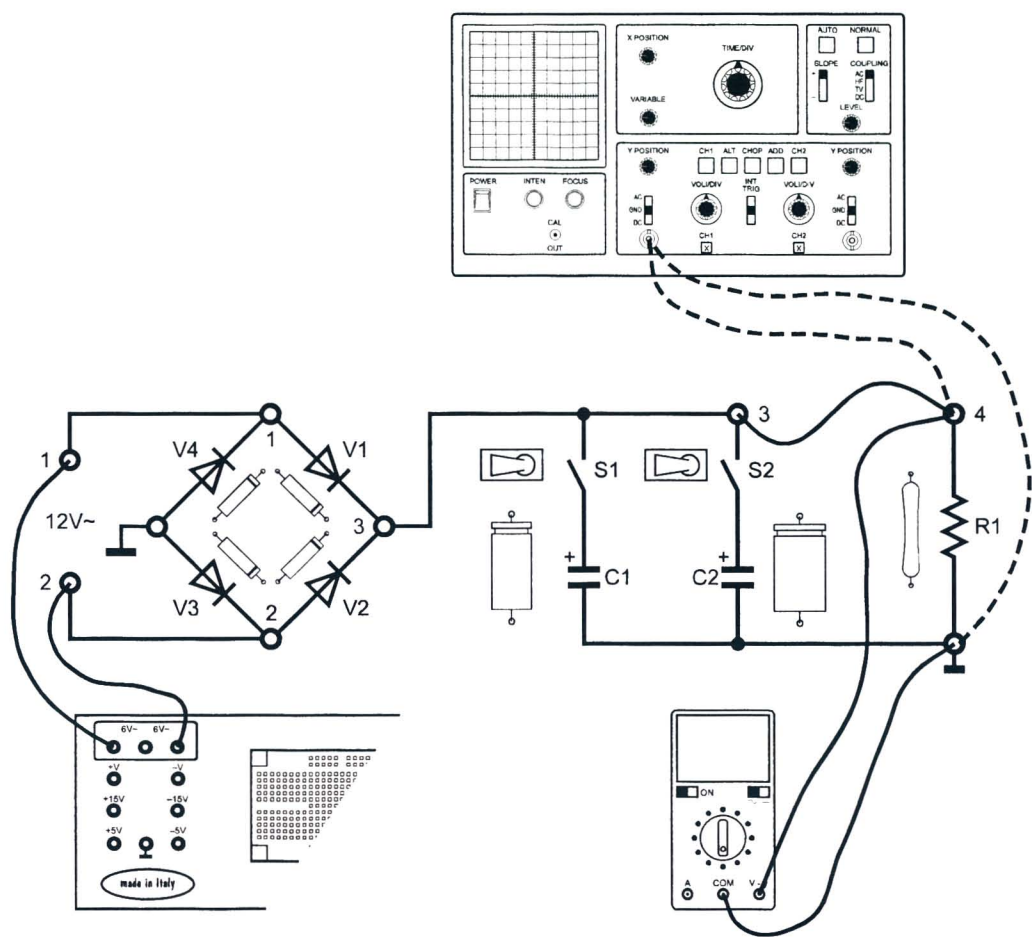

Fig. 5.2
- 6) conectar el osciloscopio y la resistencia R1 como en la Fig. 5.2;
- 10) alimentar el circuito, mediante cablecitos, conectando los casquillos 1 y 2 a los del transformador (12V AC), Fig. 5.2;